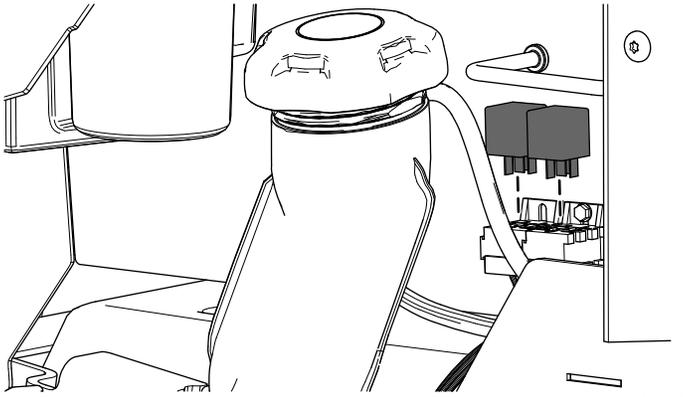

Figura 15
5. Instale los 2 relés (Figura 15).